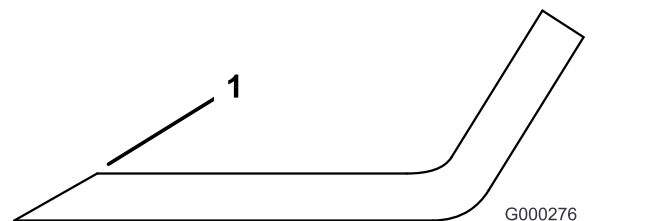

Figure 108
3. Examinez les tranchants de toutes les lames et affûtez-les s'ils sont émoussés ou ébréchés (Figure 108).
Remarque: N'affûtez que le haut du tranchant et conservez l'angle de coupe d'origine pour obtenir une coupe nette (Figure 108). Limez la même quantité de métal sur chacun des deux tranchants pour ne pas déséquilibrer la lame.